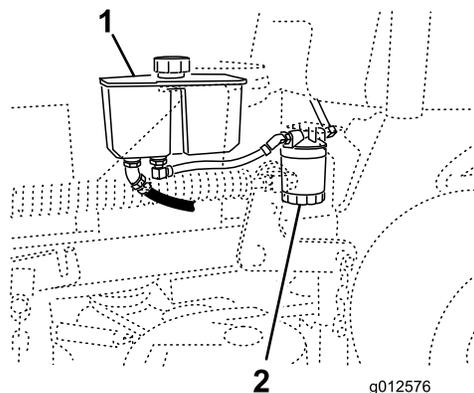

Рисунок 70
3. Найдите фильтр и поместите сливой поддон под него (Рисунок 70).